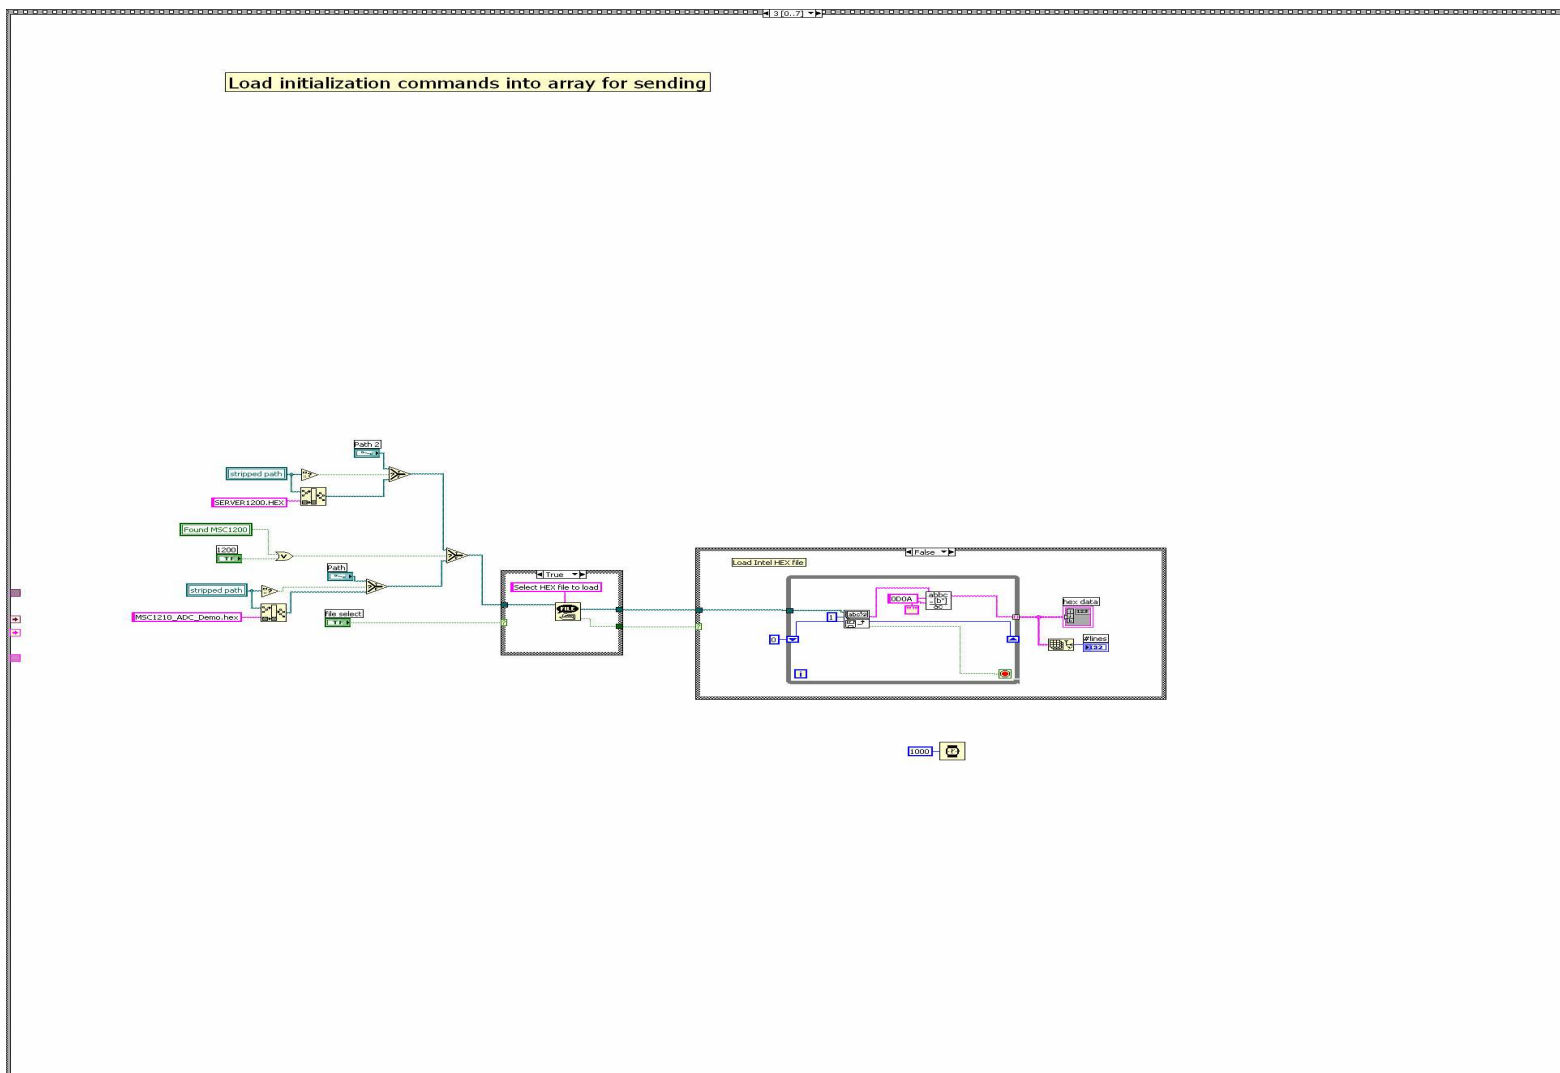

图 3. 准备要传输到 MSC12xx 设备的十六进制文件
- 步骤 3：如果 MSC 未处于服务器模式，则准备向 MSC 设备发送 Intel hex 文件（请参阅图 3）。